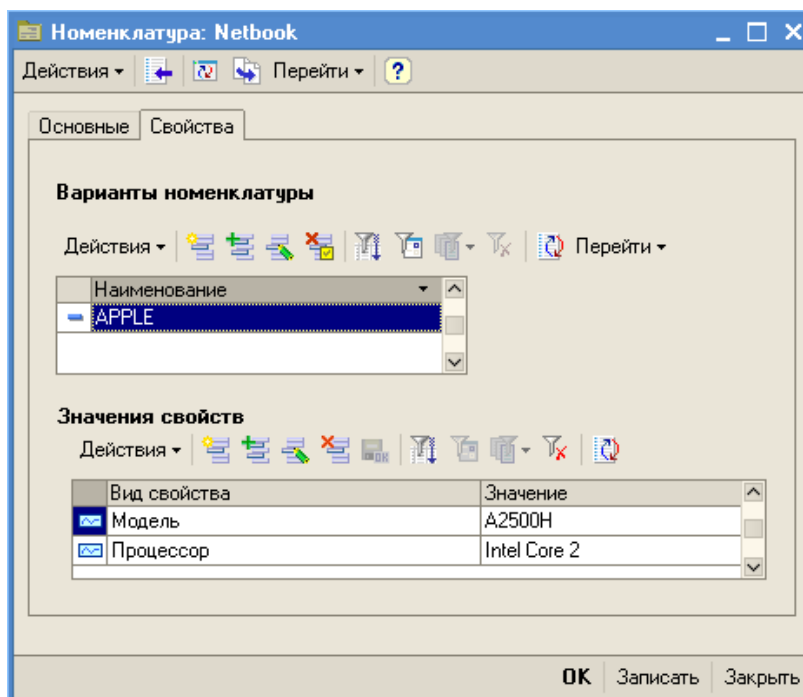

Рис. 137
- создайте таким же образом набор свойств для элемента справочника **Номенклатура** – Netbook (название набора свойств APPLE, свойства: модель – A2500H, процессор – Intel Core 2 (рис. 137);